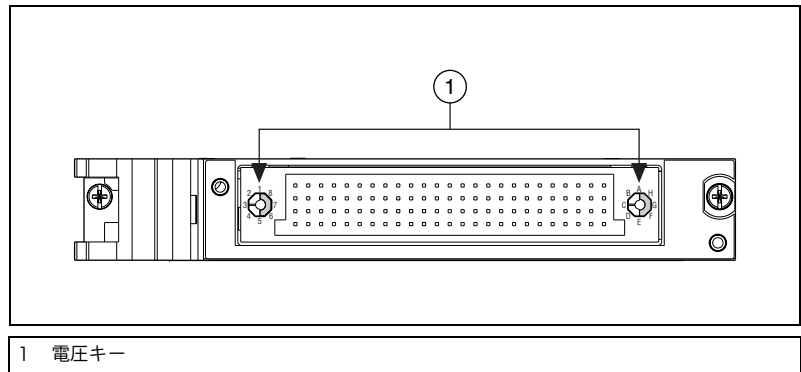

図 1 電圧キーイングシステム付きスイッチモジュール
HDI-100 を使用するナショナルインストルメンツ製スイッチモジュールには、2つのプリセット電圧キーが取り付けられています。各電圧キーには8つのピン位置があります。文字は1つの電圧キーの位置を示し、番号はもう一方のキーの位置を示します。図 1 を参照して、スイッチモジュールの電圧キー位置を確認してください。図 1 の電圧キーは 3 および C の位置にあります。
1. 図 1 に示すように、HDI-100 を接続するスイッチモジュールの電圧キーの位置を確認します。